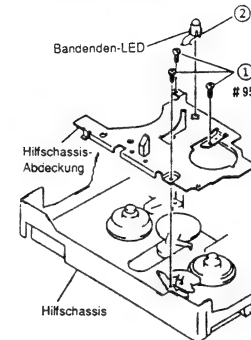

Abb. 2-44
- 1) Drei (3) Befestigungsschrauben der Hilfschassis-Abdeckung entfernen (siehe Abb. 2-44).
- 2) Eine (1) Lasche freigeben und die Bandenden-LED von der Hilfschassis-Abdeckung abnehmen.